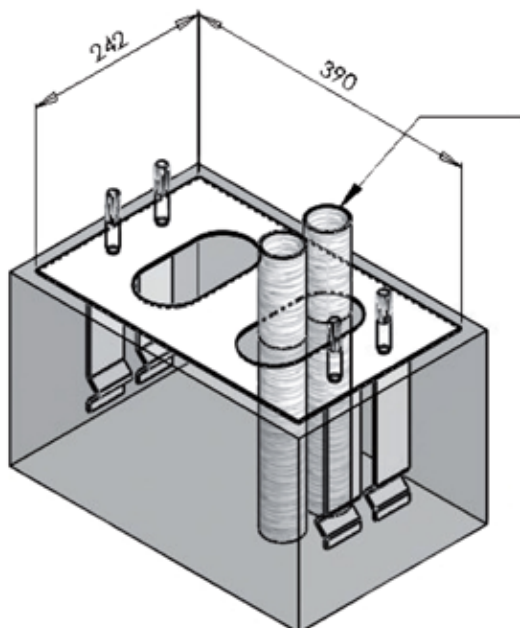

fig.4
- Rispettare le misure di ingombro, creare un solido basamento in calcestruzzo e fissare a terra la piastra di base annegandola nel calcestruzzo mediante le zanche e viti di fissaggio (fig.4). Se il basamento è già esistente utilizzare dei robusti tasselli ad espansione.